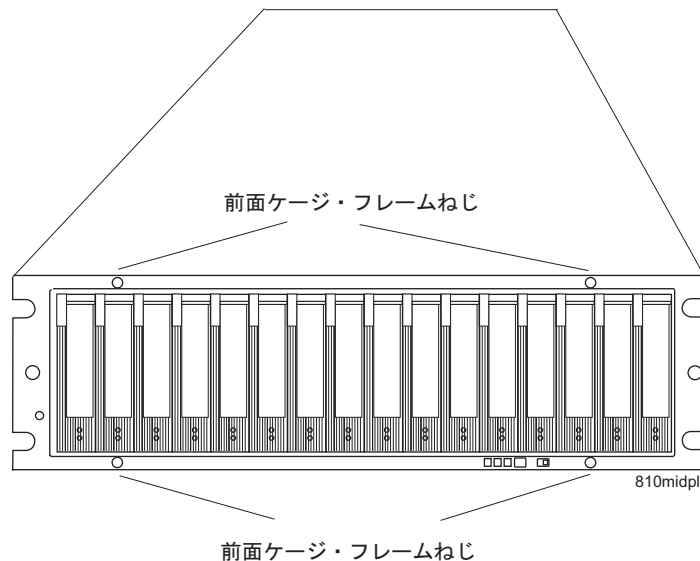

図 39. 前面ケーシング・フレームねじ位置
10. Phillips #1 ドライバーを使用して、図 39 に示すように、ミッドプレーンの前面ケーシング・フレームの 4 個のねじを緩めます。
17. 前面ケージ・フレームの 4 個のねじを締めます。106 ページの図 39 を参照してください。